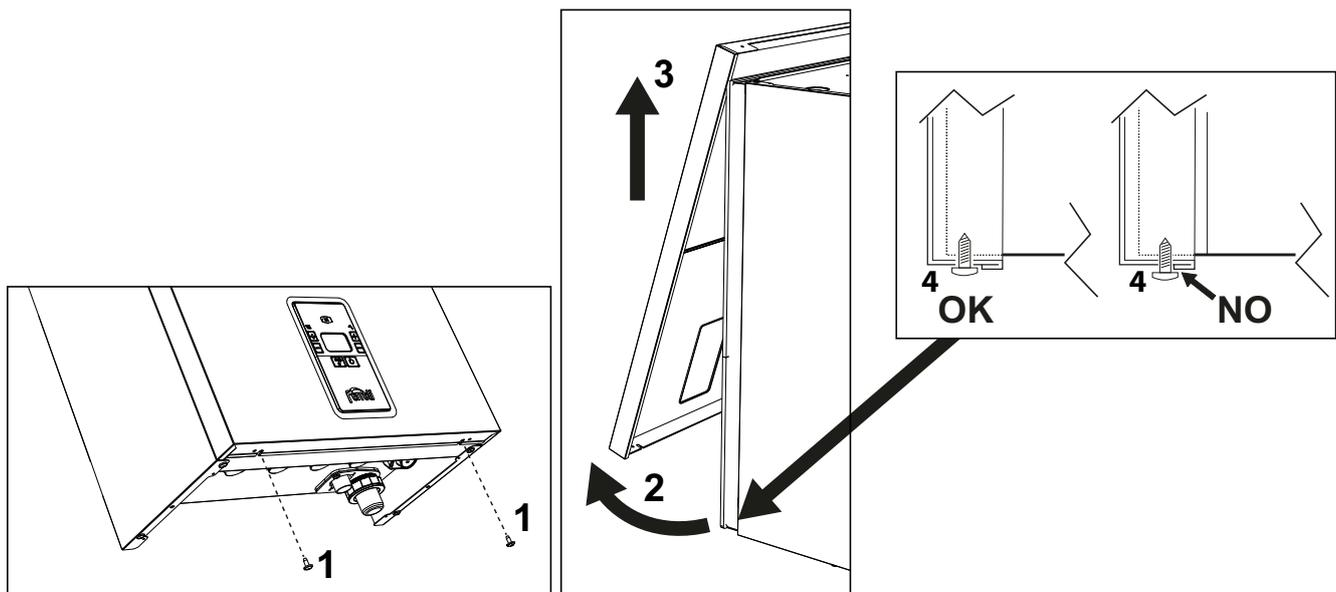

fig. 31- Ouverture du panneau avant
1. Dévisser les vis « 1 » (voir fig. 31).
Procéder dans l'ordre inverse pour remonter le panneau avant. S'assurer qu'il a été fixé correctement aux crochets supérieurs et qu'il repose parfaitement sur les flancs. Une fois serrée, la tête de la vis « 4 » ne doit pas se trouver sous le pli inférieur de butée (voir fig. 31).